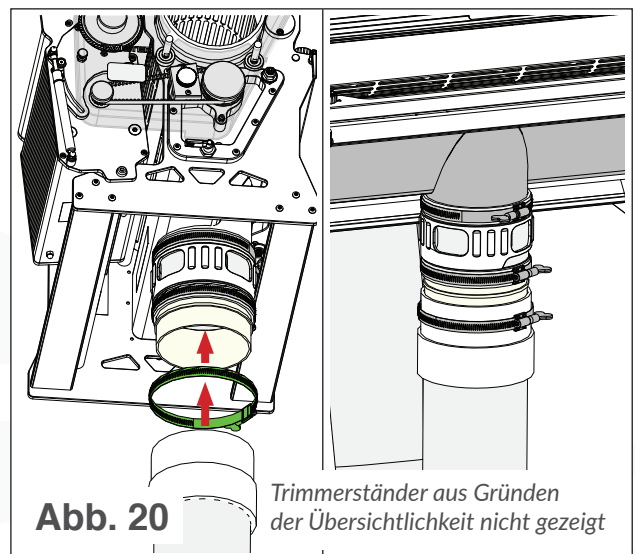

Abb. 20
2. Schieben Sie eine Schlauchklemme um die nicht befestigte Schlauchmanschette am Zyklon zum Trimmerschlauch (siehe Abb. 20).
3. Schieben Sie die Zyklon-Trimmer-Schlauchmanschette über den Saugerkupplungsadapter (siehe Abb. 20).